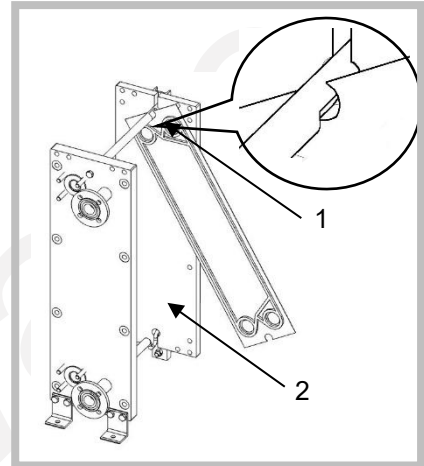

图 34
2. 将换热板一块接一块地插入托架上的支撑杆区域（其中有一处铣削区 [1]）。在此区域中，由于下支撑杆的设计，换热板可以向侧面摆动，然后向下从机架中取出（图 34）。